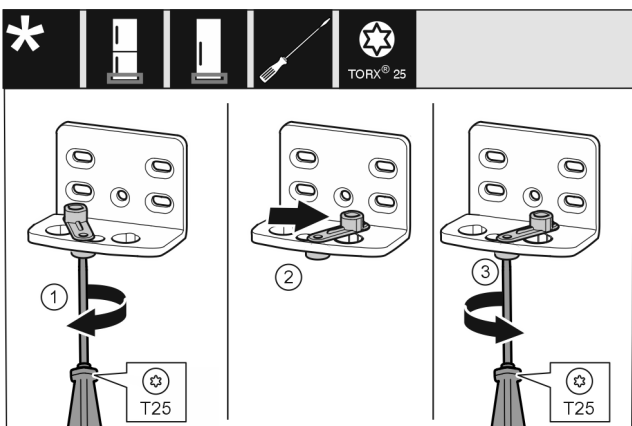

Fig. 11
- ▶ Løsn skruen med skruetrækkeren T25. Fig. 11 (1)
- ▶ Løft dørlukningshjælpen, og drej den 90° mod højre i hullet. Fig. 11 (2)
- ▶ Stram skruen med skruetrækker T25. Fig. 11 (3)